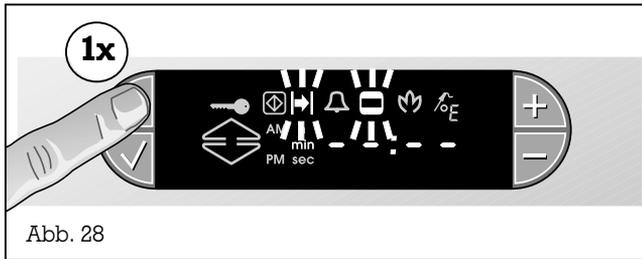

Abb. 28
- Drücken Sie die Taste ☹️ (Uhr) 1 mal. Im Display blinken die Symbole ☹️ (Dauer) und ☹️ (Garzeit). Im Display erscheinen Bindestriche (d.h.: kein Wert programmiert) (Abb. 28).